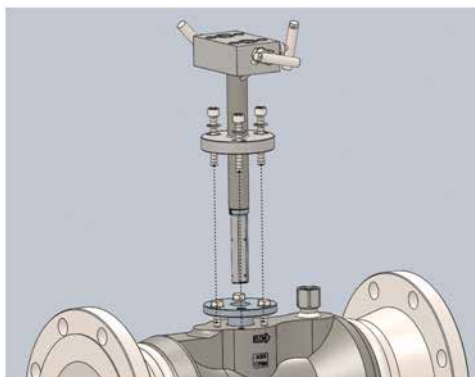

图 6：探头安装
- 将艾伯特®探头小心插入艾伯特®流量计主体中。由于受安装盘和填密螺栓的方向限制，探头只能从一个方向插入。确保主体和探头上的流体箭头方向一致。（参见图 6）
- 松开并拆下圆头内六角螺栓。（参见图 6）